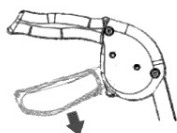

Fig. 6 (bloqueo)
1. Presione la parte inferior de la maneta de freno como se muestra en la ilustración hasta que oiga un clic (fig. 6).